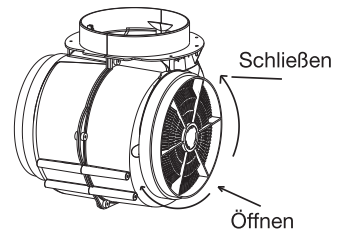

Abbildung 12
• INSTALLATION DES AKTIVKOHLEFILTERS (OPTIONAL) SIEHE ABBILDUNG 12
– Der Aktivkohlefilter (*Abbildung 12*) befinden sich an beiden Enden des Motors. Drehen Sie die Aktivkohlefilter gegen die Drehrichtung der Uhrzeiger, bis Sie sie abgeschraubt haben.